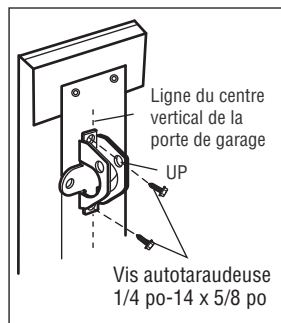

FIGURE 3
- On peut également utiliser deux boulons de 5/16 po, des rondelles de blocage et des écrous (non fournis). (Figure 3)